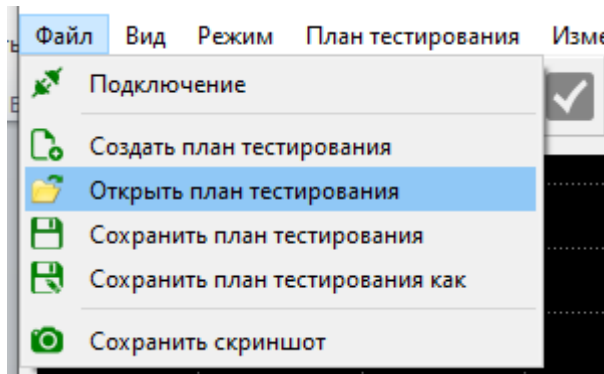

Рисунок 15. Внешний вид вкладки Файл
- Во вкладке "Файл" -> "Открыть план тестирования" (рисунок 15) можно выбрать ранее сохраненный план тестирования, либо загрузить ранее снятый эталон платы с автоматической установки EyePoint P10. Для перехода по точкам из плана тестирования воспользуйтесь стрелками "влево" и "вправо" .